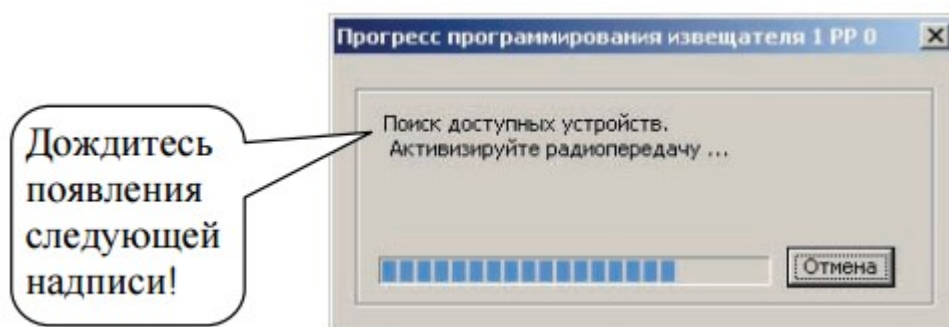

Рис. 3.5.
12. Проконтролируйте появление окна “Прогресс программирования извещателя” с приглашением к активизации радиопередачи (рис. 3.5).